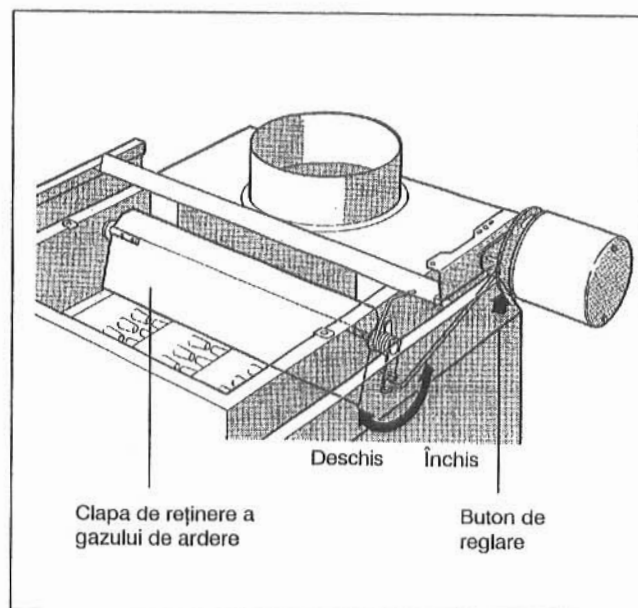

Fig. 25: Clapa de reținere a gazului de ardere
- Atunci când este necesară încălzirea clapa de reținere a gazelor de ardere trebuie să treacă pe poziția "DESCHIS". Controlați acest lucru prin acționarea capătului butonului de reglare (Fig. 25). Abia după ce s-a atins poziția finală "DESCHIS", arzătorul are voie să fie pus în funcțiune.